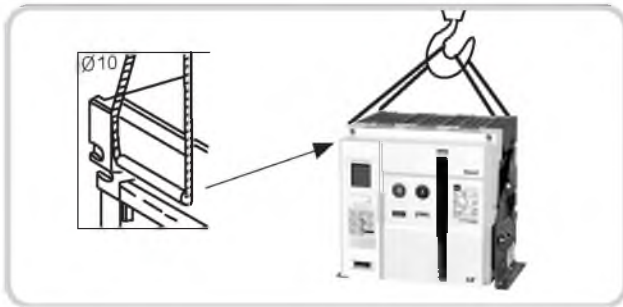

Рис. 2. Подъем стационарного выключателя
1. Поднимайте стационарный выключатель с помощью тросов и крюка, как показано на рис. 2.